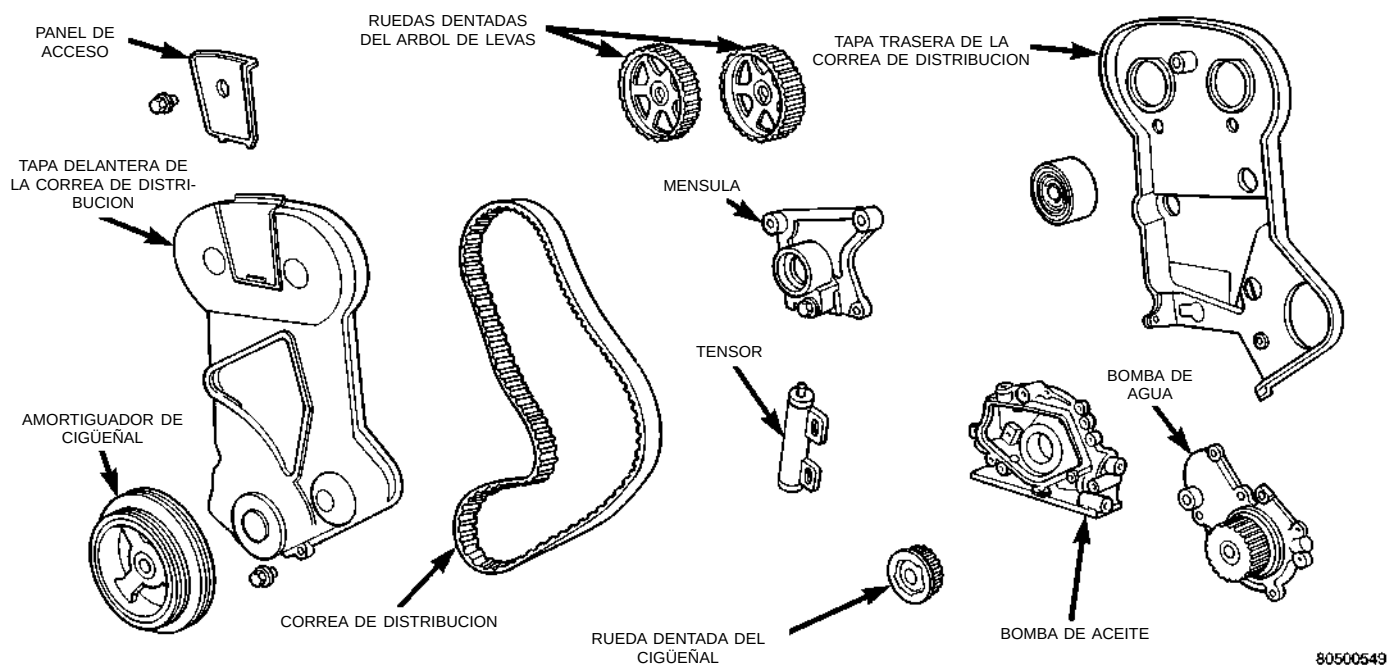

Fig. 41 Sistema de correa de distribución característico—DOHC
- (1) Retire la bujía número 1.
- (2) Utilice un indicador de cuadrante para establecer el cilindro número 1 en el PMS, en el tiempo de compresión.
- (3) Retire el tapón de acceso de la tapa externa de la correa de distribución (Fig. 41).